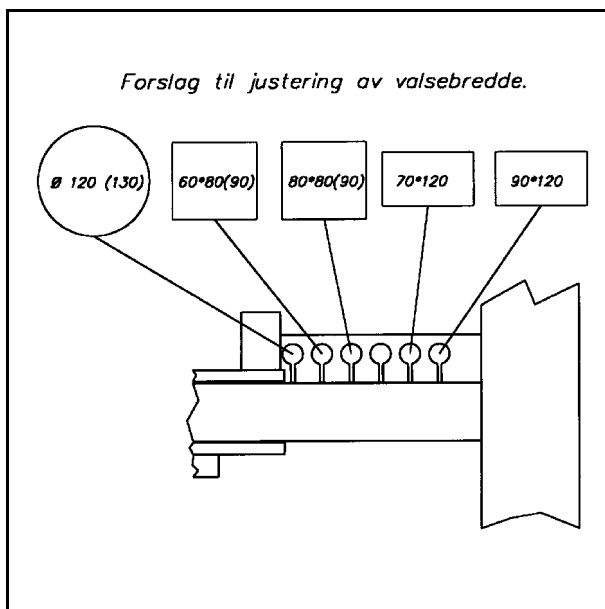

Fig. 9-1
- c) Det kan av og til være nødvendig å regulere bredden mellom rullene under pakking. Dette er mest aktuelt ved pakking av en dårlig formet og løst presset ball. Hvis maskinen har problemer med å få ballen til å rotere, reguleres bredden mellom bærerullene ved å betjene **“RULLER UT”** eller **“RULLER INN”** på styreboksen. Dette kan gjøres mens pakkingen pågår. Forslag til justering av valsebredde (se fig. 9-1)